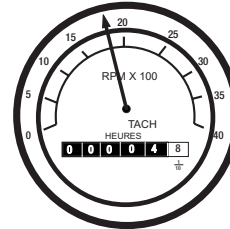

Figure. 48 Jauge de Tachymètre du Moteur
10. *L'indicateur du tachymètre* (Figure 48) indique le régime moteur lorsque le générateur est en marche. En situation de fonctionnement normal, la vitesse est d'environ 1800 TPM.